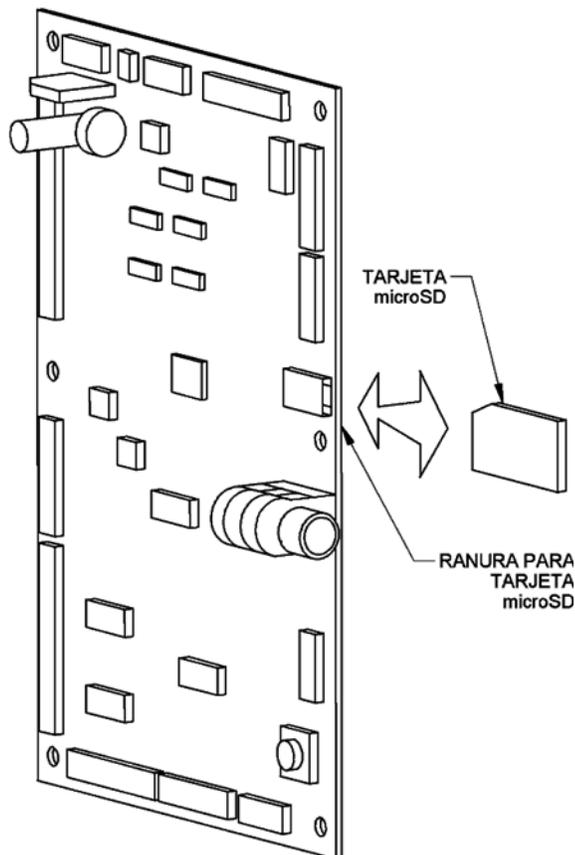

Figura 8.1 Carga del firmware de control
2. Localice la ranura de la tarjeta micro SD (consulte la **Figura 8.1**).
2. Localice la ranura de la tarjeta micro SD (consulte la **Figura 8.1** en la página 40).